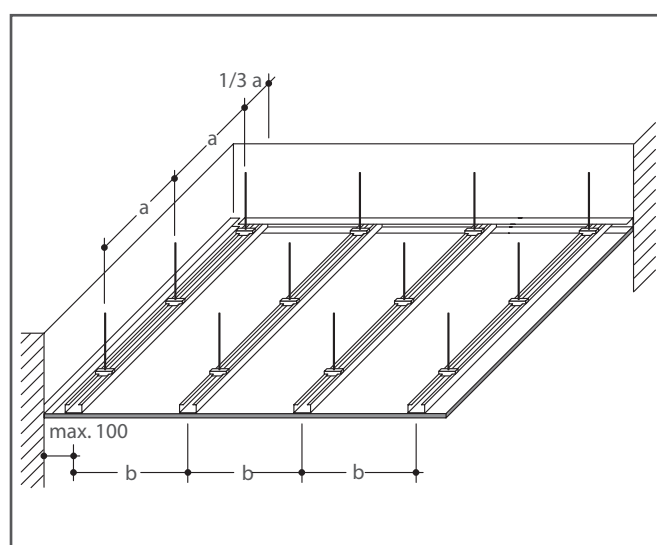

Fig. 4-3 Subconstrucție pe profil metalic fixată direct conform DIN 18181 Racord în perete vezi Fig. 4-11
- Subconstrucție pe profil metalic fixată direct (vezi Fig. 4-3)